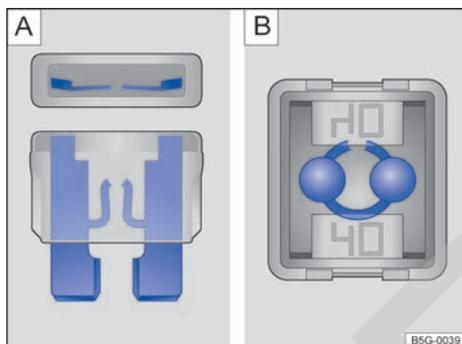

Fig. 140 Fusibles quemados: A) fusible plano, B) fusible de bloqueo.
- Un *fusible plano* (ATO®, MINI®) quemado es reconocido desde arriba o desde el costado por la carcasa transparente en las bandas metálicas derretidas → fig. 140 A).
- Un *fusible de bloqueo* (JCASE®) quemado es reconocido por las bandas metálicas derretidas desde arriba de la carcasa transparente → fig. 140 B).